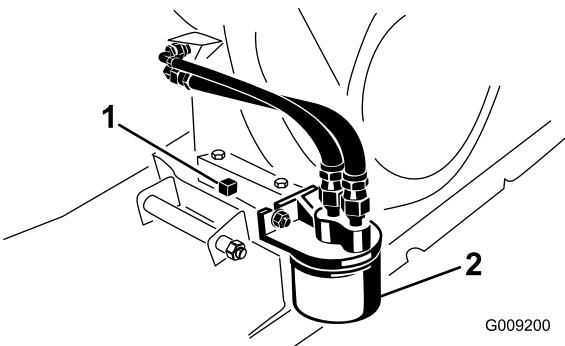

Bild 36
8. Entfernen Sie die Ablassschraube und Dichtung (Bild 36).
7. Stellen Sie eine Auffangwanne unter die Ablassschraube (Bild 36).
2. Entfernen Sie den vorhandenen Ölfilter (Bild 36).
4. Schrauben Sie den neuen Filter auf den Filteradapter, bis die Dichtung die Befestigungsplatte berührt; ziehen Sie den Filter dann um eine weitere halbe bis Dreiviertelumdrehung an (Bild 36).